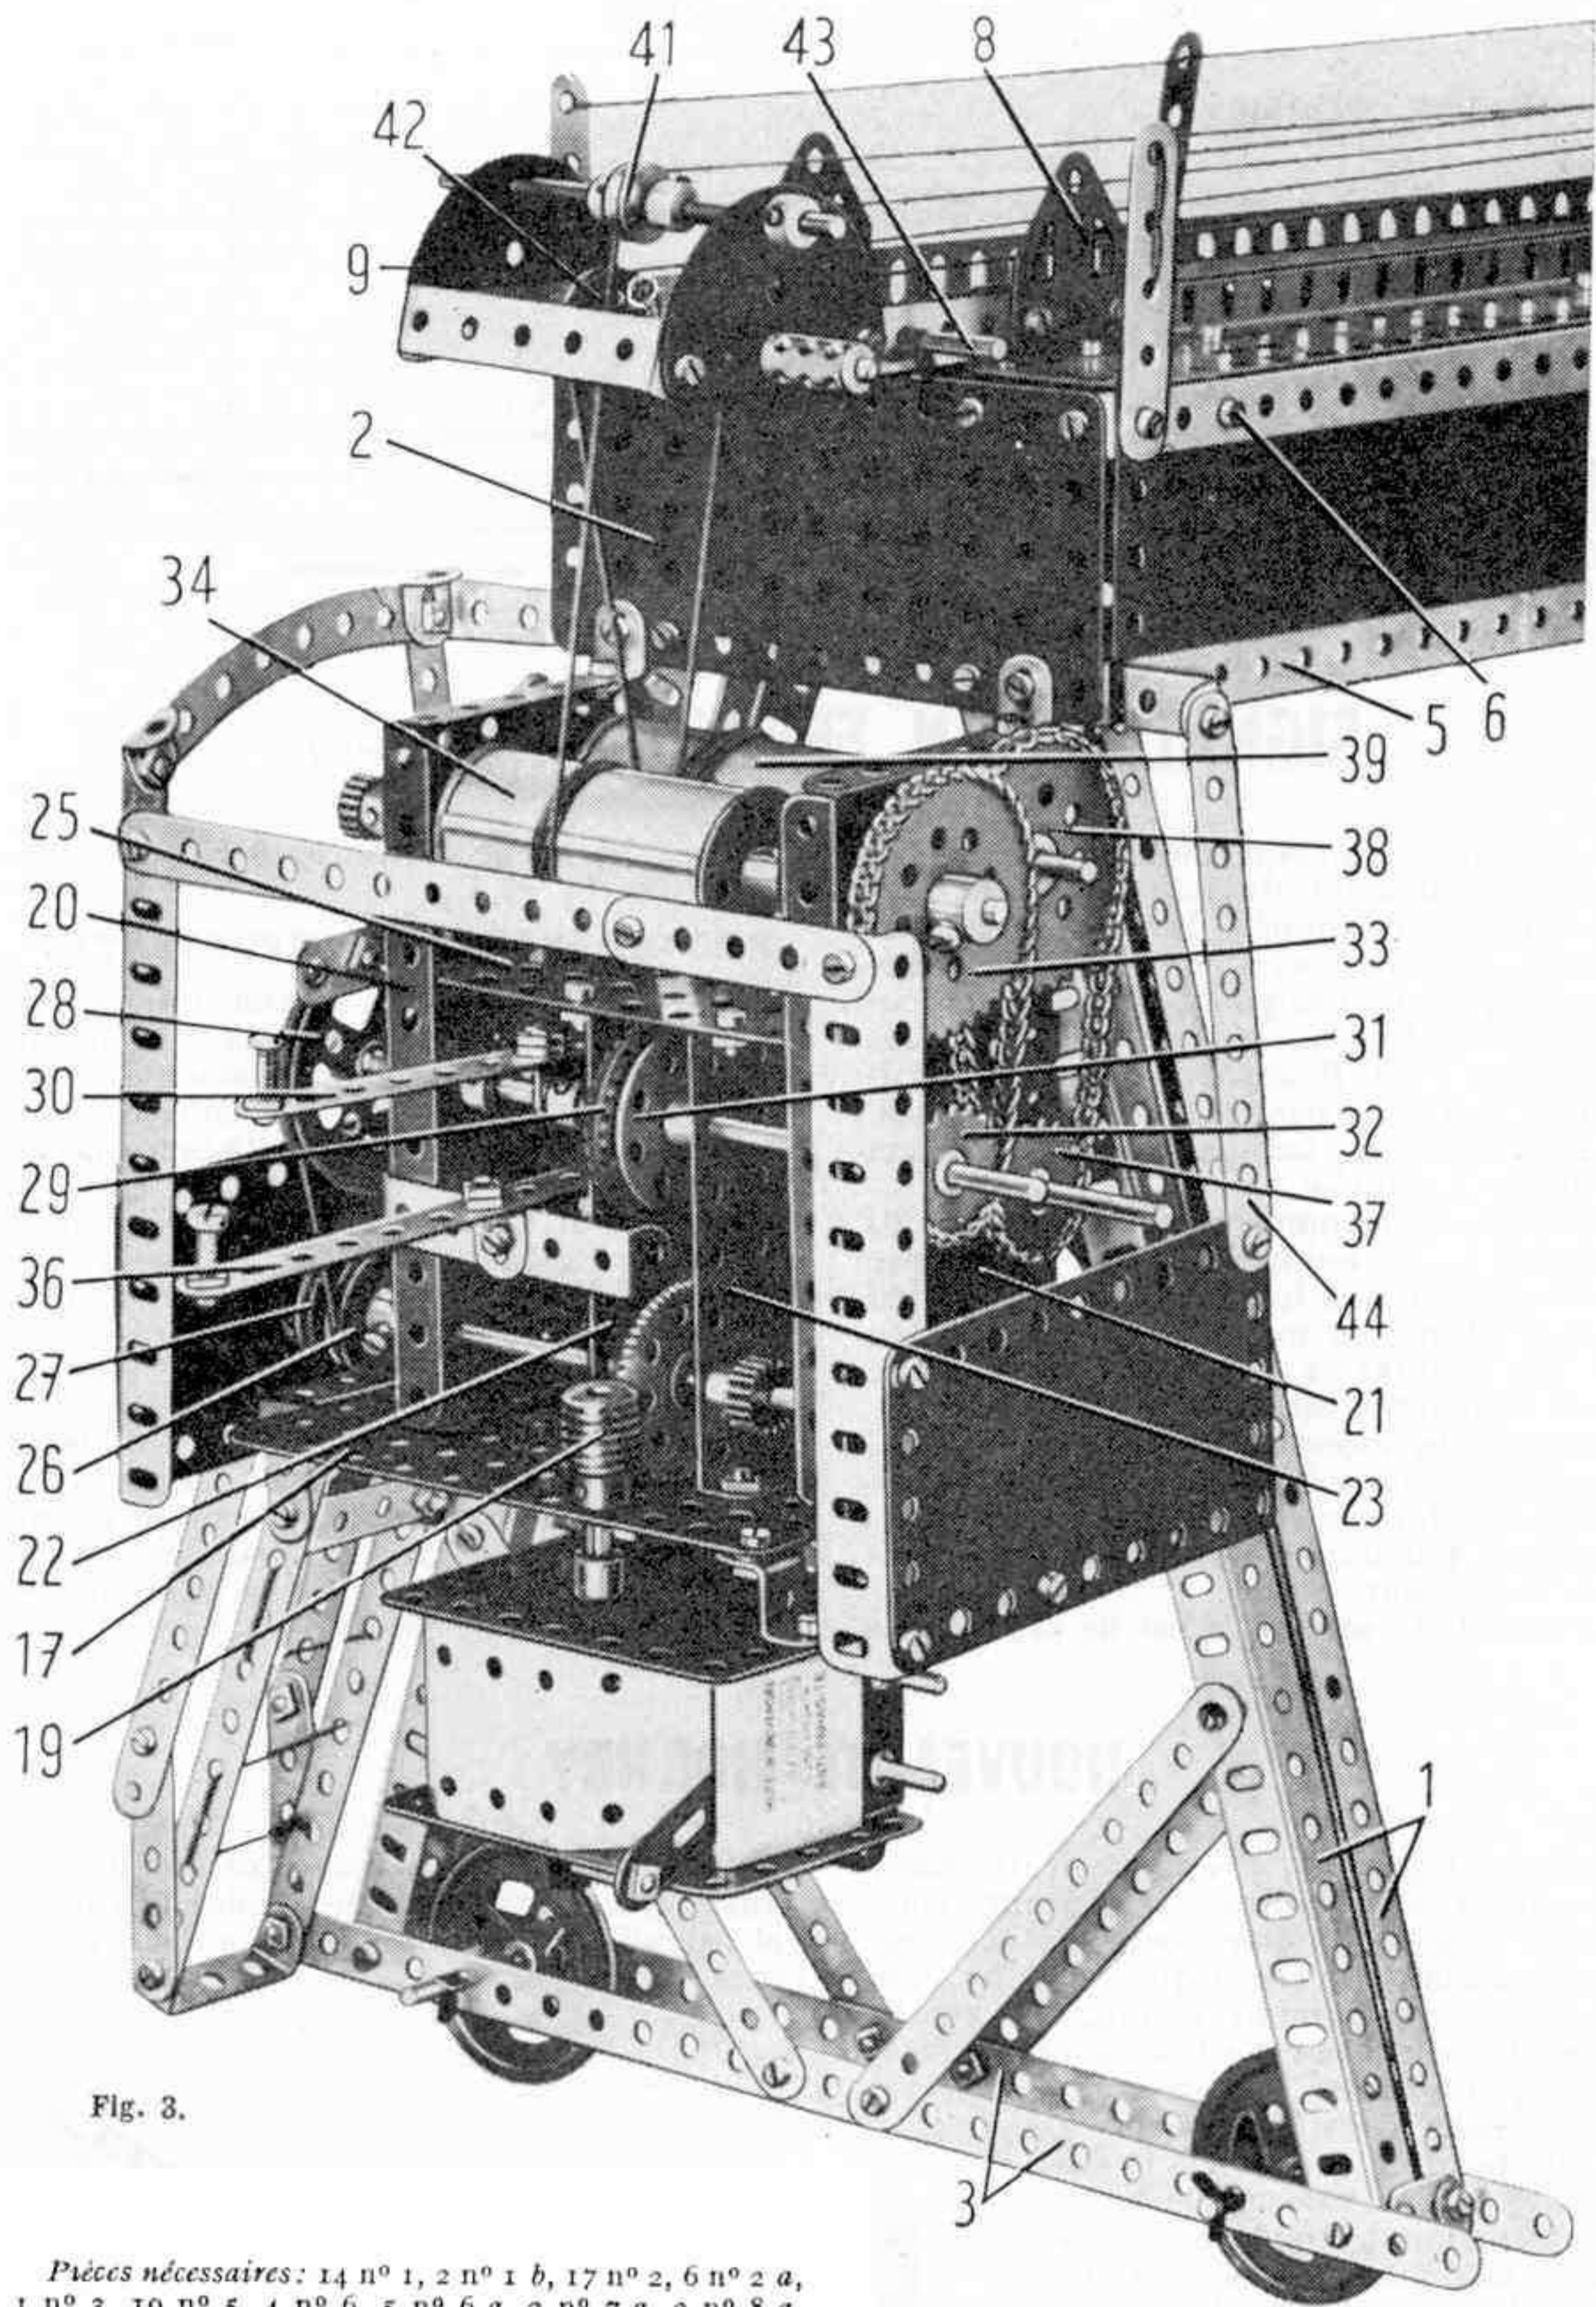

Fig. 3.
### Le moteur et les mécanismes (fig. 3).
Deux plaques à rebords de  $14 \times 6$  cm. (20) et (21) et deux de  $9 \times 6$  cm. (22) et (23) sont boulonnées verticalement sur la plaque (17) comme le montre la figure 3. Un des angles supérieurs des plaques (20) et (21) est relié à la plaque (2) extérieure par des équerres. Ces deux plaques sont réunies, côté portique, par une plaque sans rebords de  $11,5 \times 6$  cm. (24) (fig. 1). Une autre plaque de  $11,5 \times 6$  cm. (25) est boulonnée sur les rebords supérieurs des plaques (22) et (23) dont elle assure la tenue en s'encastant exactement entre les plaques (20) et (21).
La cabine a été démontée sur la figure 3, afin de montrer le mécanisme. Chacun de ses côtés est formé par une cornière de 11 trous et une plaque flexible de  $11,5 \times 6$  cm. Cette plaque porte à son angle supérieur une bande de 9 trous (44). La bande (44) est reliée à la cornière de 11 trous par une bande incurvée épaulée de 10 cm. que prolonge un support plat et à l'extrémité d'une des bandes (5) du portique par une équerre renversée de 25 mm. Les cornières de 11 trous sont réunies à leur extré-